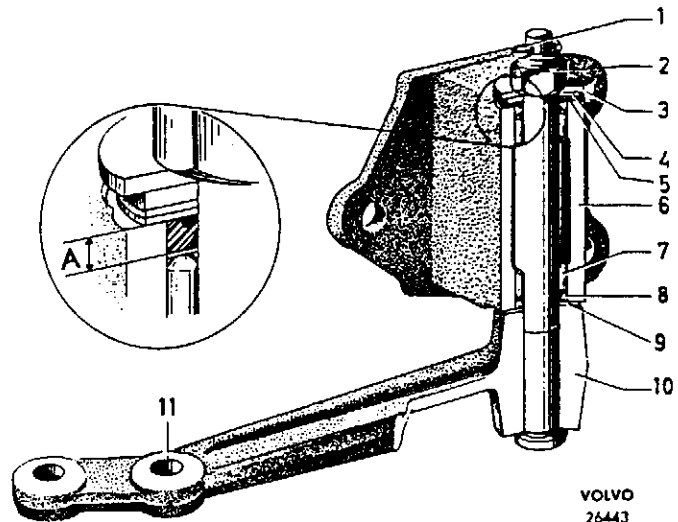

Abb. 63 Lagerung des Umlenkhebels
- b. Betr. Ausführung entspr. Abb. 63: Nadellager so tief einpressen, daß das Abstandmaß „A“ 3,2–3,5 mm beträgt. Dieser Abstand wird beiderseits von Dichtringen ausgefüllt, deren Dichtlippen außen liegen müssen.